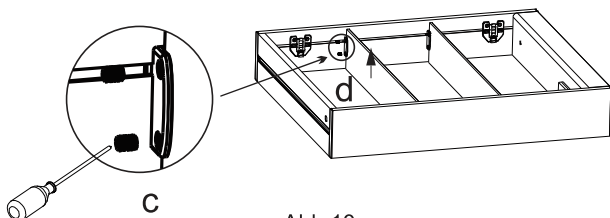

Abb. 13
4.2. Entfernen Sie die 4 Schrauben (c) aus den Regalhaltern und nehmen Sie das Regalglas (d) ab (Abb. 13).